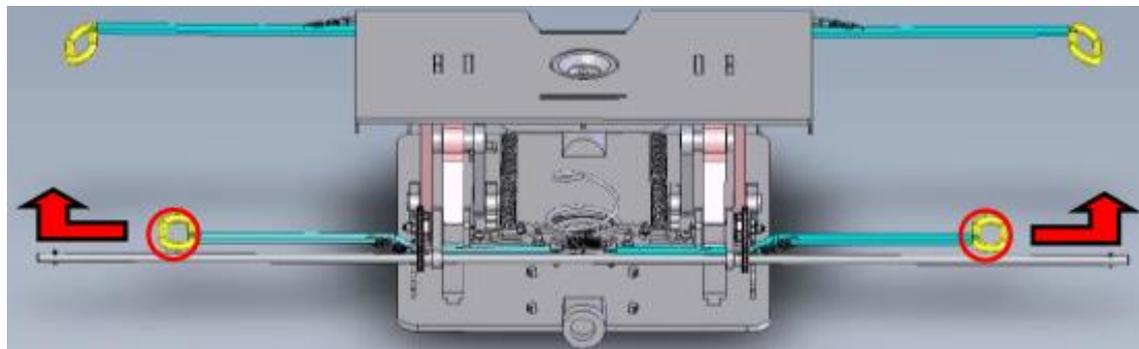
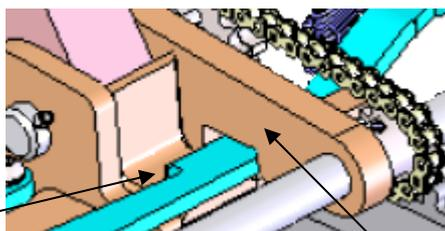

Bild 5.3: Ziehen des Entriegelungshebels zur Lösung der Höhenverstellungsverriegelung
Bild 5.4: Haken zum Einhängen des Hebels am Rahmen nach dem Ziehen des Hebels, wie in Bild 5.3 dargestellt
3. Verriegelung der Höhenverstellung lösen, durch Ziehen des Entriegelungshebels von der Welle weg bzw. in Richtung Waggonende (Bild 5.3) und Einhängen des Entriegelungshebels, um diesen in Entriegelungsposition zu fixieren (Haken zum Einhängen, siehe Bild 5.4).